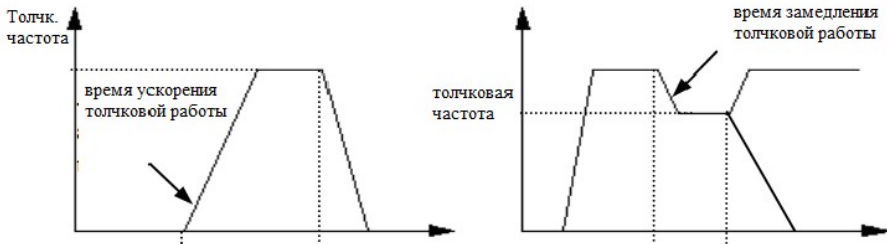

Рис. 6-11 Толчковая работа
**Частота толчковой работы имеет наивысший приоритет.** При любом состоянии инвертор перейдет к работе с частотой толчковой работы незамедлительно в соответствии с установленным временем толчкового ускорения, замедления в момент ввода команды толчковой работы, как показано на Рис. 6-11.